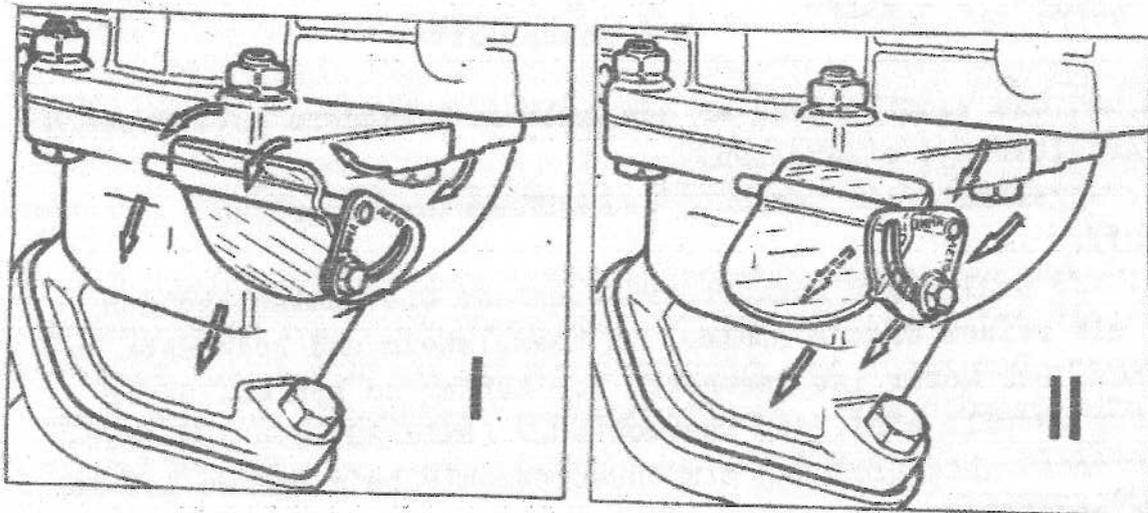

Bild 36. Einrichtung zur Vorwärmung des Betriebsgemisches:
6. Während der Saisonwartung die Klappe für Vorwärmung des Betriebsgemisches der eintretenden Betriebszeit gemäß einstellen (Bild 36).